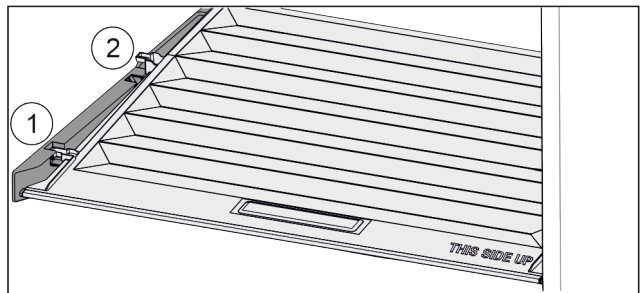

Fig. 126
- ▶ Deksel tot de opening in de vasthoud delen naar voren trekken Fig. 126 (1).
- ▶ Aan de achterkant vanaf de onderkant omhoog tillen en vanaf de bovenkant verwijderen Fig. 126 (2).